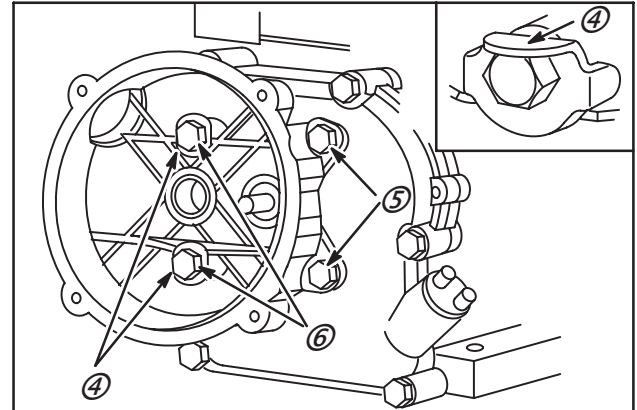

Fig. 29
4. Installer les deux vis courtes (5) et les rondelles d'arrêt.
5. Installer les deux vis longues (6) et les freins de vis (4, si équipés), les butées à plat.
7. Rabattre les freins (si utilisés) contre les méplats des têtes de vis, Fig. 29.